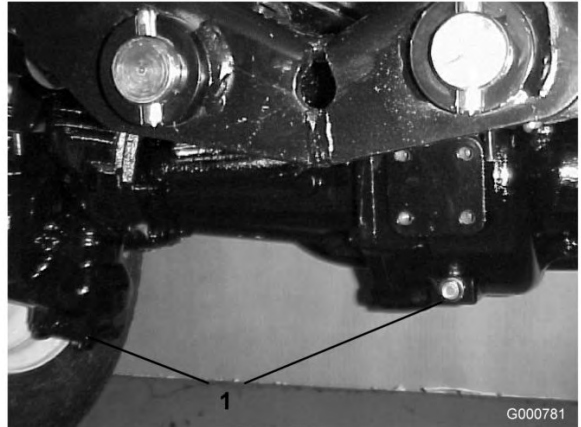

図 71
2. ドレン・プラグ (図 71; 左右端に 1 個と中央に 1 個、全部で3個ある) の周辺をきれいに拭く。